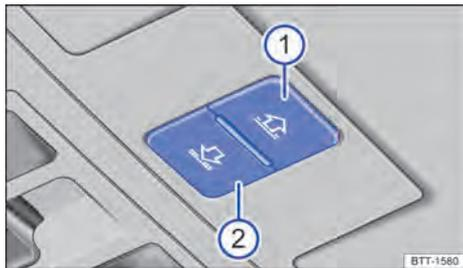

Fig. 79 En el revestimiento interior del techo: teclas para manejar la cortinilla parasol.
Las teclas → fig. 79 ① y ② tienen dos niveles. Pulsando las teclas hasta el primer nivel se puede abrir o cerrar la cortinilla parasol total o parcialmente.
- Antes de que transcurran aprox. 5 segundos desde la activación de la función antiaprisionamiento, pulse la tecla → fig. 79 ② y manténgala presionada hasta que la cortinilla se haya cerrado completamente.